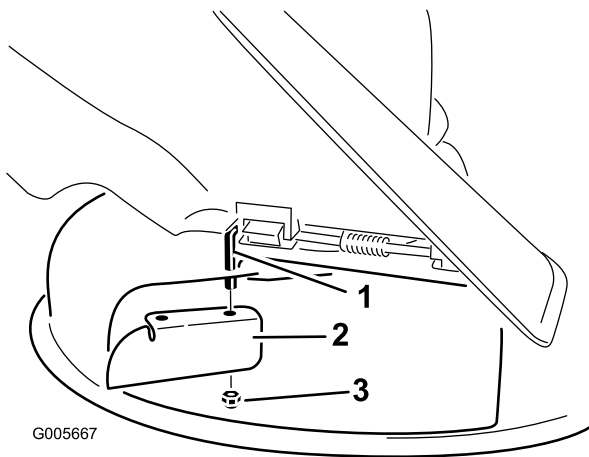

Figure 15
- Montez le déflecteur d'ouverture sur la tige de pivot exposée (Figure 15).
3. Enlevez le déflecteur d'ouverture du plateau de coupe (Figure 15).